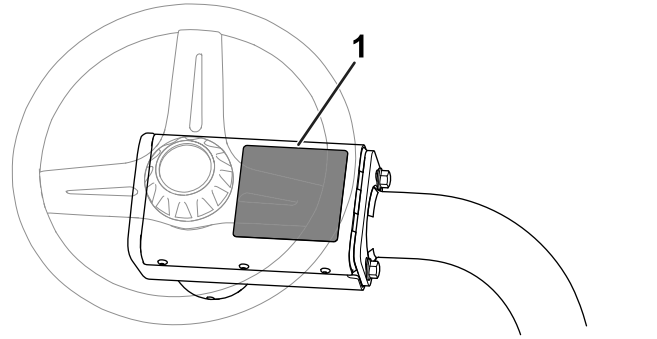

Bild 17
- **CE-Warnaufkleber**: Bringen Sie den CE-Warnaufkleber (Bestellnr. 139-8321) über den vorhandenen Warnaufkleber (Bestellnr. 139-8320) auf der Abdeckung des Lenkrads an, siehe Bild 17.